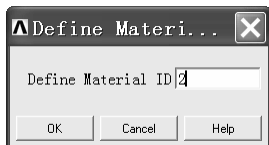
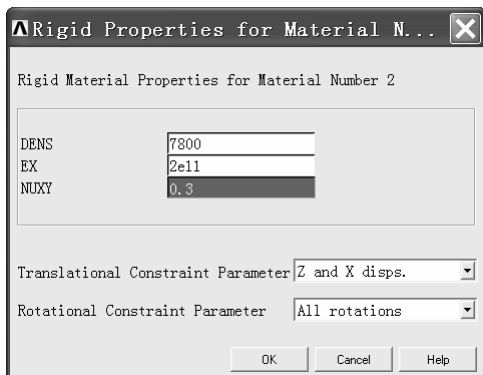

图 6-11 “Define Materi...” 窗口
图 6-12 “Rigid Properties for Material N...” 窗口
(2) 单击“Define Material Model Behavior”窗口左上角的“Material”下拉菜单，再单击下拉菜单中出现的“New Model...”，弹出“Define Materi...”窗口（见图 6-11），单击该窗口中的“OK”按钮。
(3) 单击“Define Material Model Behavior”窗口右侧方框中的“LS-DYNA”，继续单击“Rigid Material”，弹出“Rigid Properties for Material N...”窗口。
(4) 在“Rigid Properties for Material N...”窗口中进行如下操作（见图 6-12）：在“DENS”后的方框中输入“7800”，在“EX”后的方框中输入“2e11”，在“NUXY”后的方框中输入“0.3”；在“Translational Constraint Parameter”后的方框中选择“Z and X disp.”，在“Rotational Constraint Parameter”后的方框中选择“All rotations”，然后单击“OK”按钮。
(5) 单击“Define Material Model Behavior”窗口右上角的叉号关闭该窗口。